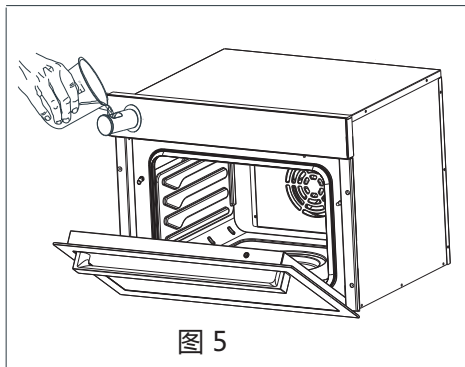

图 5
2. 按下弹压注水机构以打开注水口，使用适当的量杯（1L）或水壶等容器进行加水。参看图5。